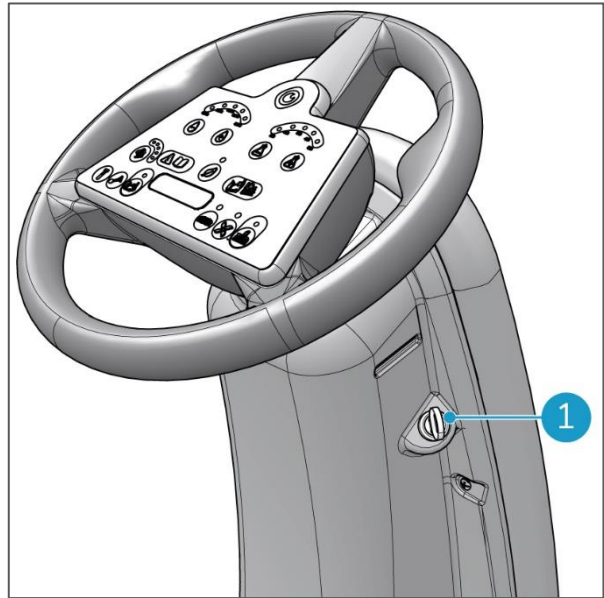

Figura 30
1. Posizionare la chiave di accensione nell'apposito foro (Figura 30, pos 1).